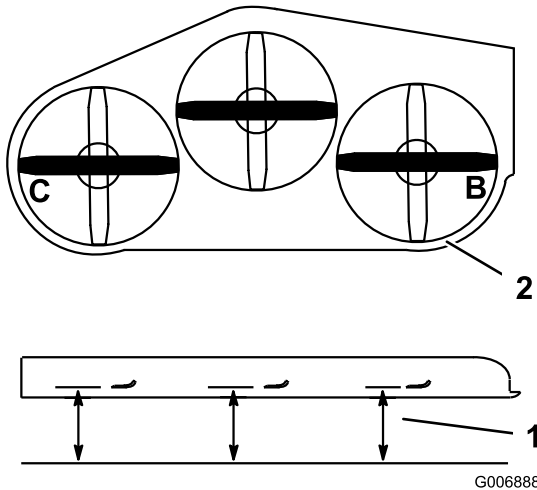

Figura 74
2. Prendete le misure in corrispondenza dei punti **B** e **C** da una superficie piana fino al tagliente delle punte della lama (**Figura 74**).